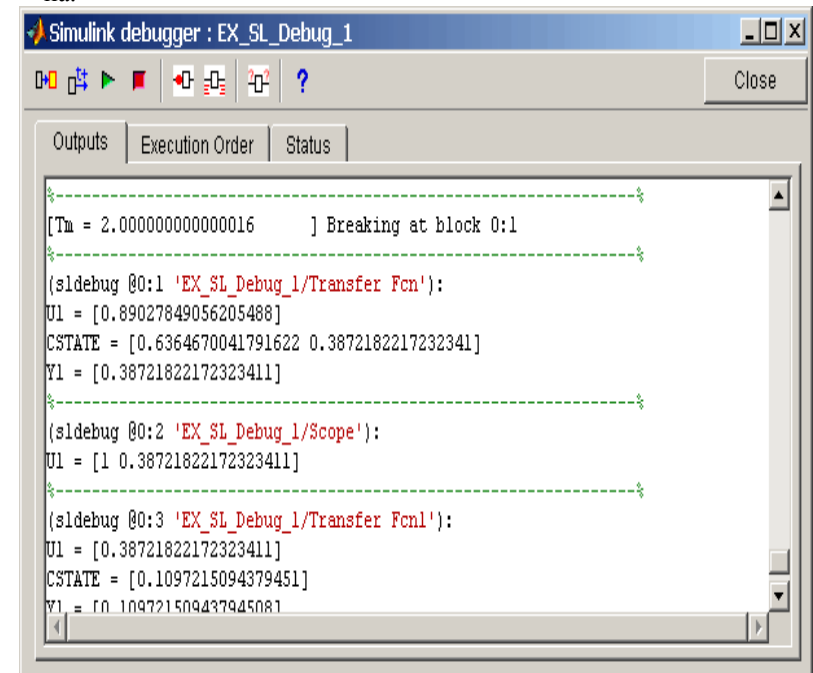

Рисунок 13.7 Вкладка **Outputs** главного окна отладчика
1. **Outputs** – Отображение результатов работы в режиме отладки. На данной вкладке (рисунок 13.7) отображается текущее модельное